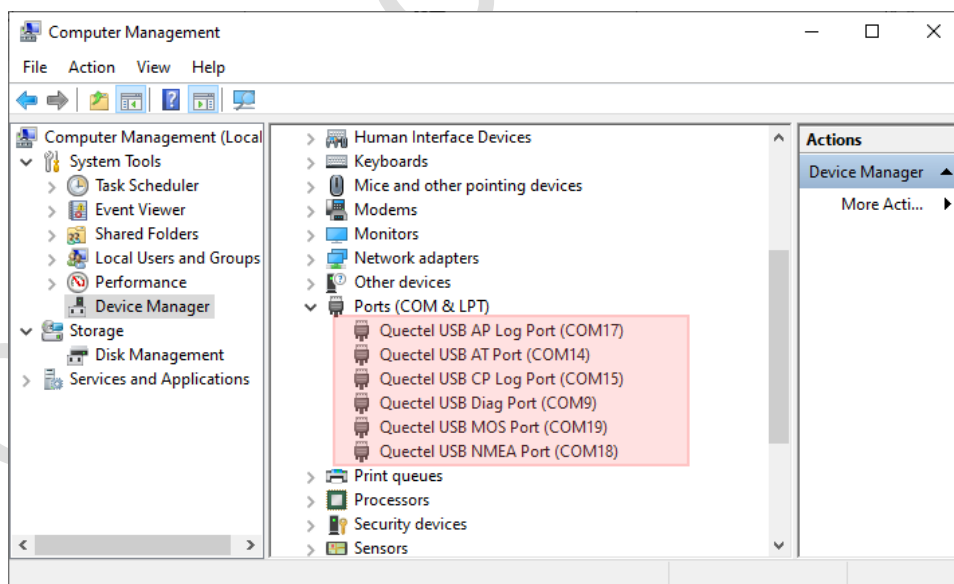

图 6：安装 4G 模组驱动
安装完毕后，连接 UniKnect Gen1-PRO 的 ④ 4G 模组 USB 接口至 PC，开机后设备管理器中枚举出如图 6 所示端口，则说明安装成功。